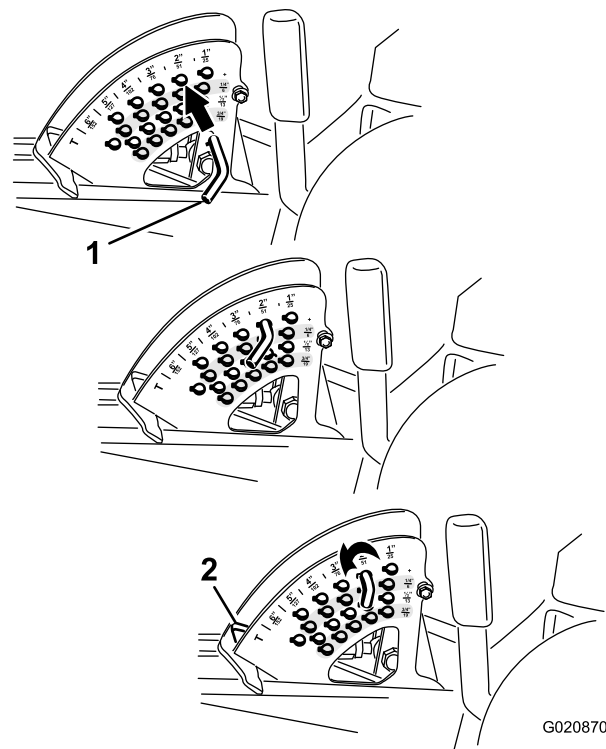

Figura 26
2. Gire el pasador de tope hasta que el pasador cilíndrico que contiene se alinee con las ranuras de los taladros del soporte de altura de corte, y retire el pasador (Figura 26).
3. Seleccione un taladro del soporte de altura de corte que corresponda a la altura de corte deseada, inserte el pasador y gírelo para bloquearlo en esa posición (Figura 26).
**Nota:** Hay 4 filas de orificios (Figura 26). La fila superior corresponde a la altura de corte impresa encima del pasador. La segunda fila corresponde a la altura impresa más 6 mm (¼"). La tercera fila corresponde a la altura impresa más 12 mm (½"). La fila inferior corresponde a la altura impresa más 18 mm (¾"). Para la posición de 15.8 cm (6") hay un solo taladro, situado en la segunda fila. Esta posición no añade 6 mm (¼") a la altura de 15.8 cm (6").